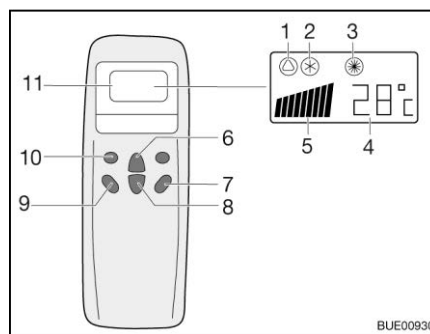
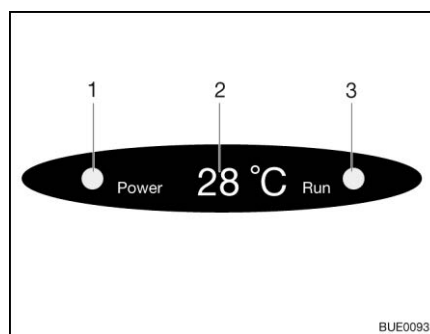

Fig. 228 Telecomando
Fig. 229 Display su diffusore
- Premere il tasto "ON/OFF" (Fig. 228,7).
- Premere il tasto "Mode" (Fig. 228,10) spesso, finché la modalità desiderata (Fig. 228,1, 2 o 3) viene visualizzata sul display. La spia di controllo relativa sul display sul diffusore (Fig. 229,3) si accende.
- Con i tasti di aumento della temperatura (Fig. 228,6) o di riduzione della temperatura (Fig. 228,8) regolare la temperatura desiderata.
- Con il tasto numero di giri ventola (Fig. 228,9) selezionare il livello desiderato per la ventola.